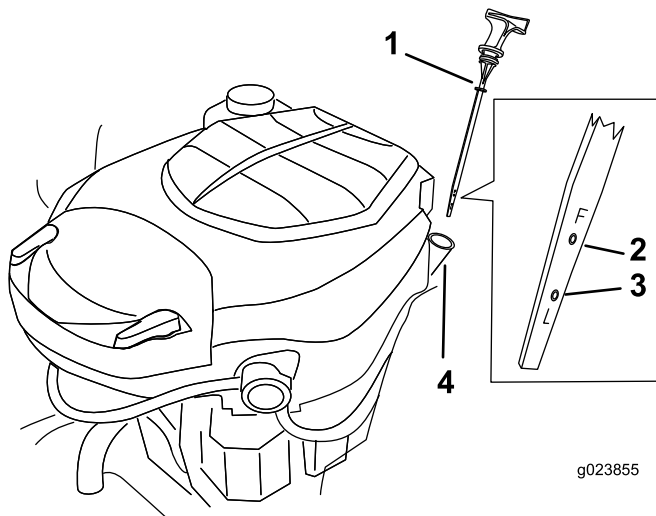

Figure 29
4. Sortez la jauge d'huile et essuyez-la sur un chiffon (Figure 29).
6. Ressortez la jauge et vérifiez le niveau d'huile (Figure 29).
8. Enlevez le bouchon de remplissage-jauge (Figure 29).
18. Versez avec précaution environ 80 % de la quantité d'huile spécifiée dans le goulot de remplissage (Figure 29).
19. Remettez le bouchon de remplissage-jauge en place (Figure 29).
20. Contrôlez le niveau d'huile (Figure 29).
21. Faites l'appoint d'huile avec précaution pour amener le niveau au repère maximum (F).
22. Remettez le bouchon de remplissage-jauge en place (Figure 29).